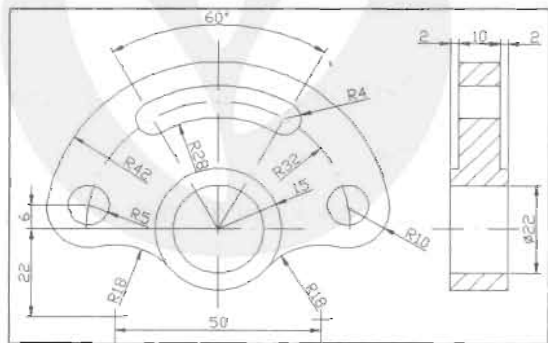

图 14-208
- (2) 根据如图 14-208 所示的两视图绘制零件的实体模型。